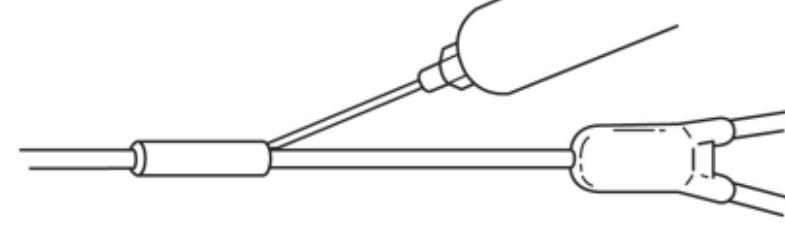

Fig. 9
9. Injicera lim i hylsans båge ändar. (Fig. 9)